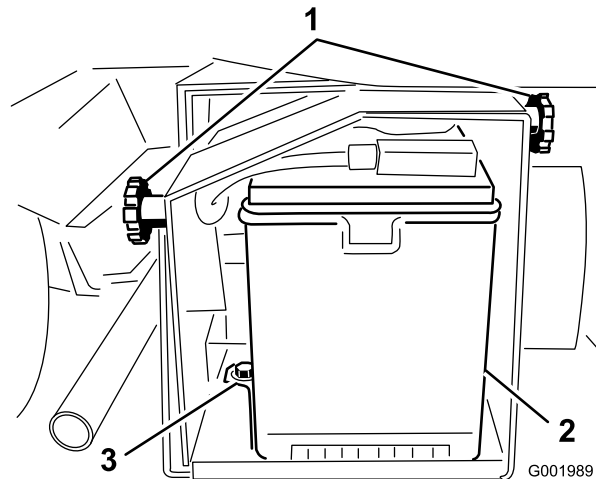

図 54
2. バッテリー・ボックスのノブ (図 54) をゆるめ、カバーを外す。
5. バッテリー・リテーナと固定金具を外す（図 54）。
2. バッテリー押さえを元通りに取り付ける（図 54）。
4. バッテリーカバーを元どおりに取り付けノブで固定する（図 54）。
1. バッテリー・ボックスのノブ（図 54）をゆるめ、カバーを外す。